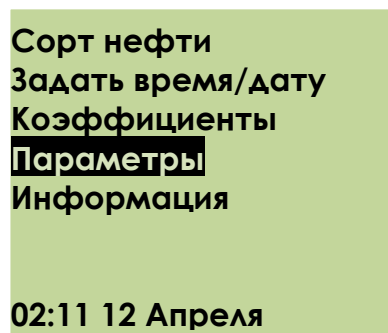

Рисунок 5 – Основное меню
8.4.3 Для перехода в режим меню необходимо нажать кнопку **ВВОД**. На графическом дисплее появятся строки пунктов меню. (рис. 5)